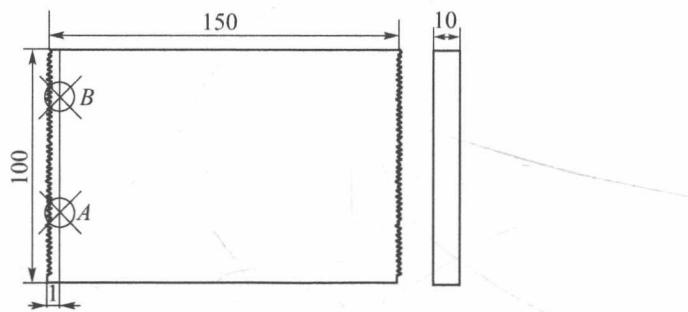

图 1-1-10 画直线 AB
- (5) 画出 A, B 两点所在的直线, 如图 1-1-10 所示。